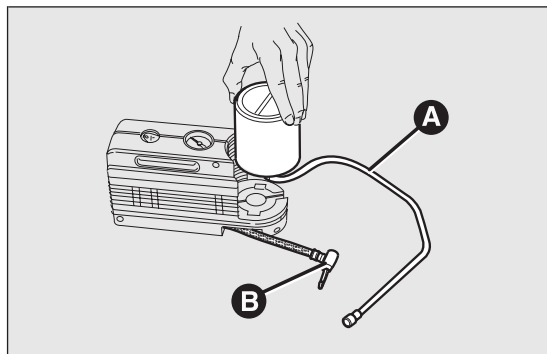

fig. 141
- ☐ disinserire l'innesto B fig. 141;